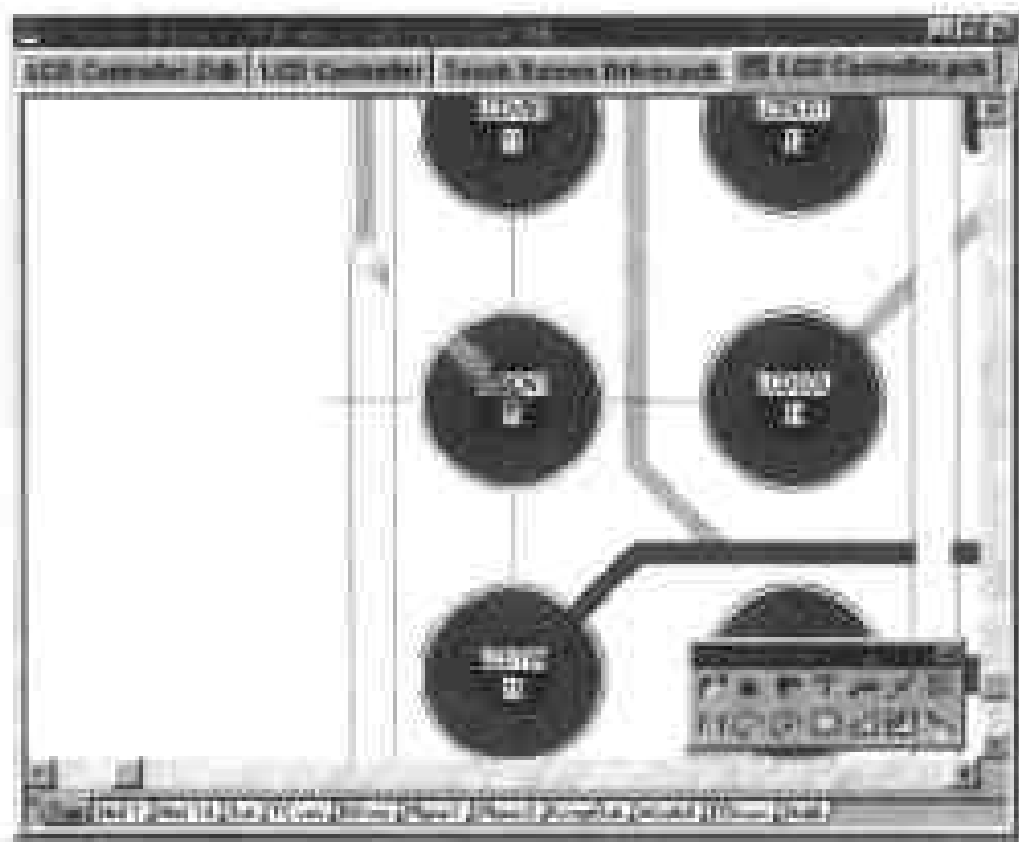

图 6-19 在图纸中快速查找节点
(1) 在工作窗口中打开电路板文件,然后在 PCB 浏览器中单击顶部的 Browse 下拉列表框,在弹出的下拉列表中选择 Nets,在下拉列表框下面的列表框中显示当前电路板中的网络名称,单击 LCDCNT,在下面的 Nodes 列表框中显示出此网络中包含的节点。
(2) 在 Nodes 列表框中单击某一个节点,然后单击列表框底部的 Jump 命令按钮,则该节点立即被放大显示在工作窗口中,如图 6-19 所示。